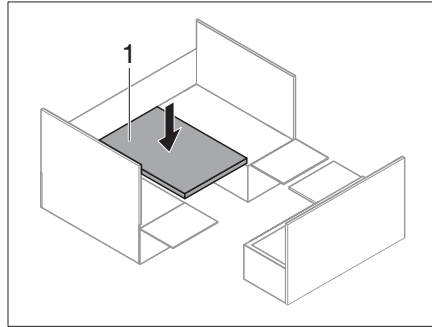

Fig. 218 Table accrochée vers le bas
- Faire passer la table accrochée (Fig. 218,1) du rail d'accrochage supérieur au rail d'accrochage inférieur.